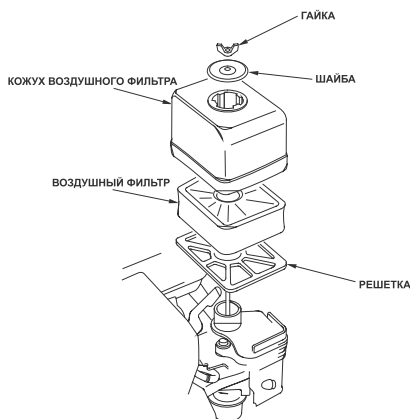

Рис.21 Воздушный фильтр
8.7.1. Отвинтите гайку и снимите кожух воздушного фильтра (см. рис.21).